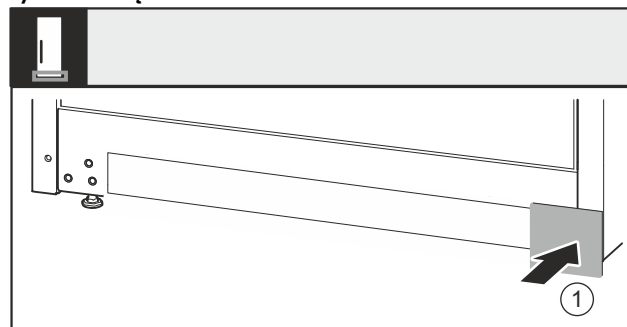

Fig. 38
- ▶ Założyć ponownie osłonę Fig. 38 (1) z drugiej strony.